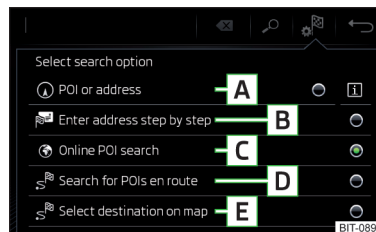

Fig. 215
### Superficies de función » **fig. 215**
- Luego pulsar la superficie funcional de un punto del menú para la búsqueda del destino **A**, **C** o **D** » fig. 215 de la pág. 190.
- Luego pulsar la superficie funcional  → **E** » fig. 215 de la pág. 190.